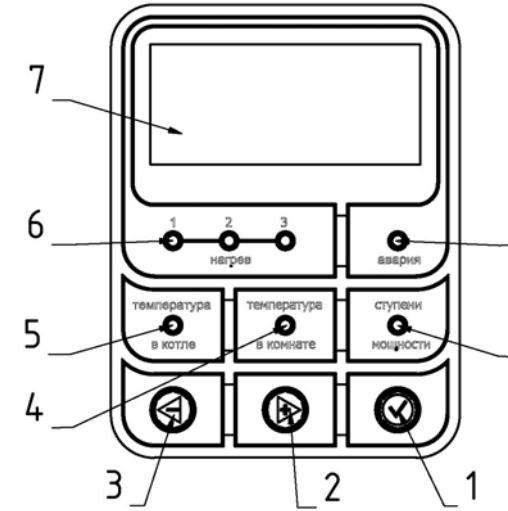

Рис. 5 Панель управления
4.9. Состояние работы прибора отражается на панели управления (Рис. 5). Панель управления содержит следующие элементы:
- 7.11. На дисплей выводиться текущая информация о состоянии прибора. С помощью кнопок на панели управления обозначенных (⊖) и (⊕) (Рис.5) (2),(3), можно изменять отображаемые параметры работы, переключаясь между текущими значениями параметров «температура в котле», «температура в комнате», «ступени мощности», свечение индикаторов (5),(4),(9) указывает на отображаемый в данный момент параметр.
- 7.12. Для изменения уставки отображаемого параметра необходимо нажать на кнопку выбора (⊖) (1) (Рис.5), перед цифрой на индикаторе появляется нижний пробел (например: _25), это означает, что прибор перешёл в режим изменения уставки, далее с помощью кнопок (⊖) и (⊕) (2),(3), можно задать требуемую уставку параметра. Для выхода из режима установки необходимо еще раз нажать на кнопку (⊖), либо подождать ~ 10 секунд.